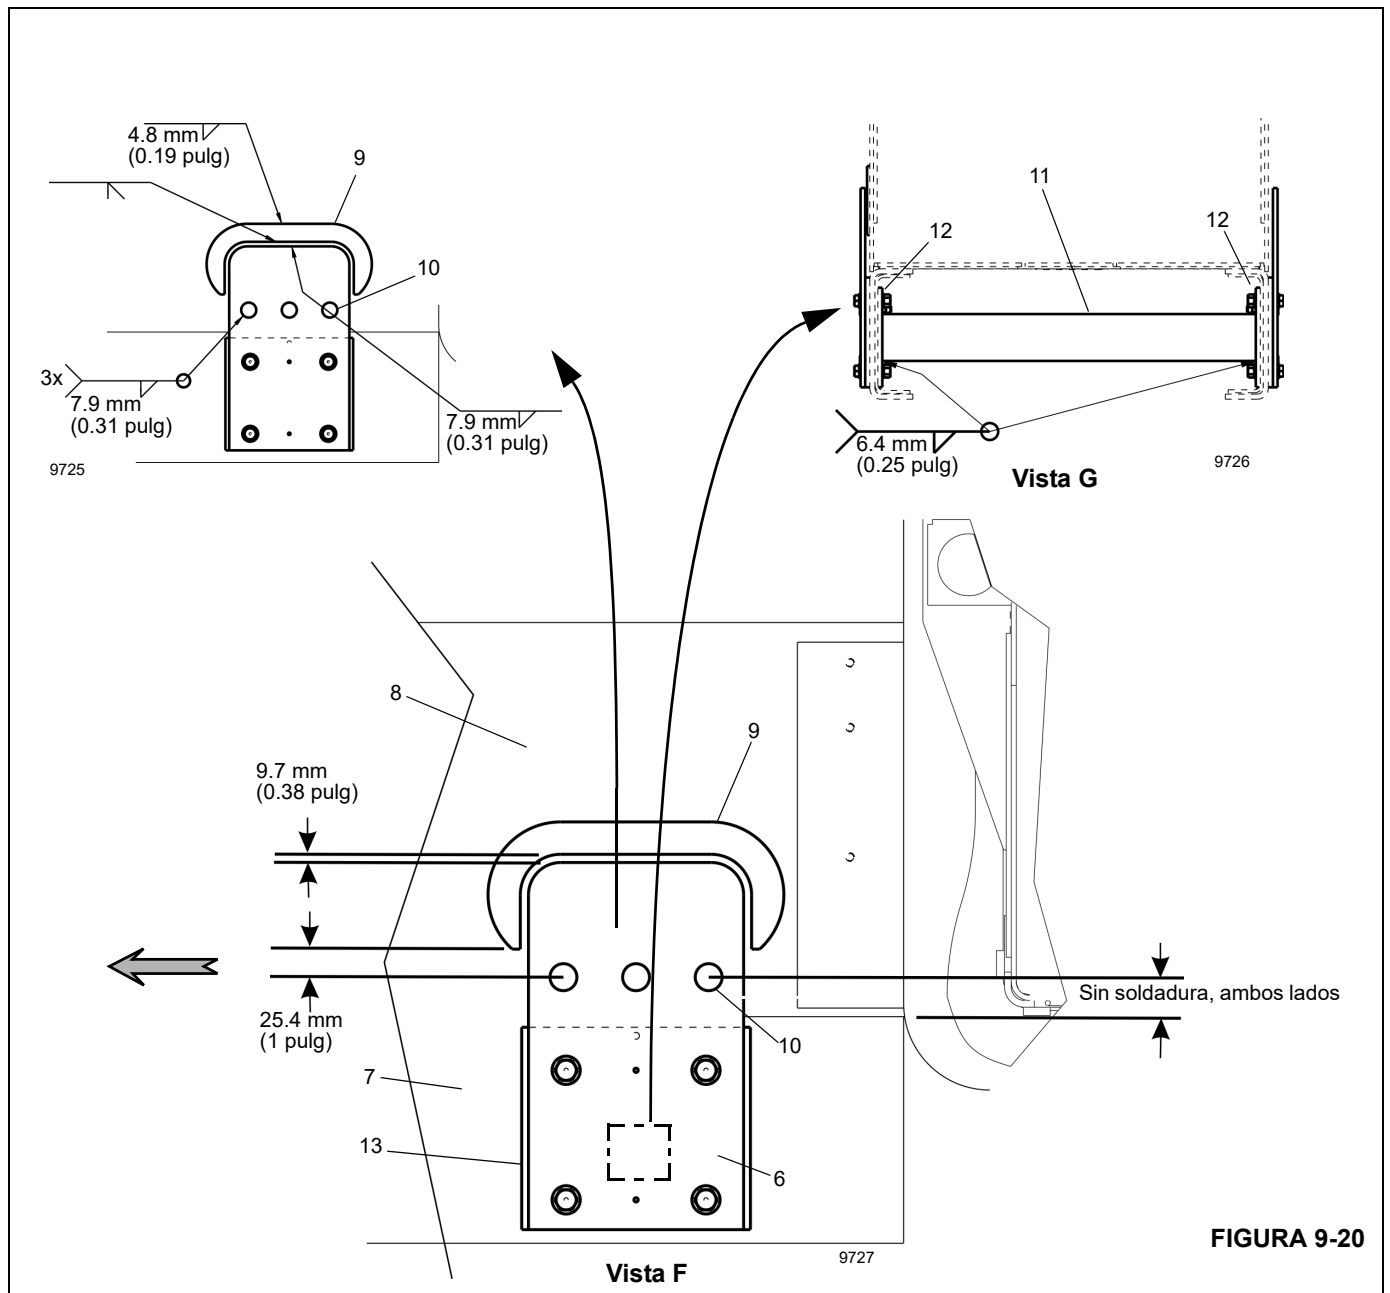

FIGURA 9-20
Vea la Figura 9-20 para los pasos siguientes.
7. Ubique y suelde la placa de la tira trasera (7, vista F) y la placa del collar (9, vista F) al bastidor de la caja de torsión (8). Vea la Figura 9-20 para las dimensiones de localización y los requisitos de soldadura.
8. Corte la traviesa (11, vista G) para que calce dentro del chasis del camión; asegúrese de incluir el ancho de las dos placas de extremo (12).
10. Coloque el conjunto de traviesa soldado en el chasis del camión, en el centro de ambas placas de tira (6), y suéldelo por puntos al chasis del camión.